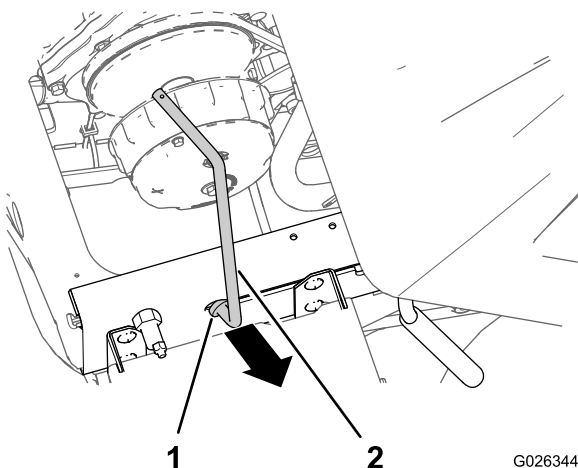

Figura 3
5. Mueva el extremo inferior de la varilla de sujeción al extremo delantero de la ranura de la varilla de sujeción, en el perfil izquierdo del bastidor o en el soporte de la varilla de sujeción de la máquina (Figura 3).
6. Retire la varilla de sujeción a través del orificio en forma de bocallave del extremo delantero de la ranura (Figura 3).